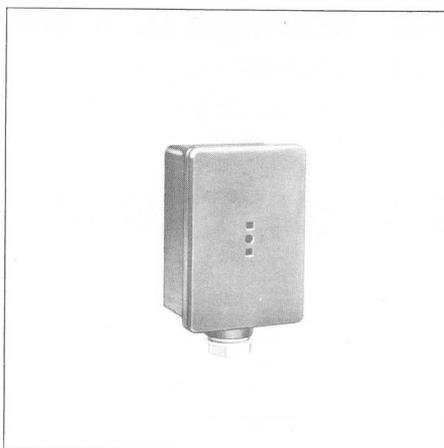

Fig. 5 Sonde de départ VFAN
2.2 Sonde de départ VFAN (fig. 5)